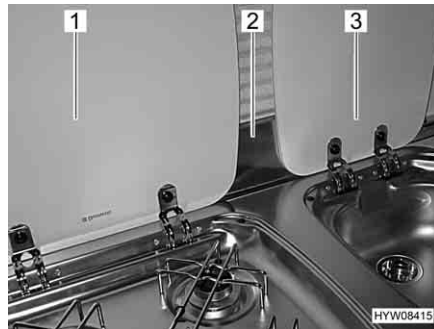

Fig. 93 Lastra proteggifiamma e coperture
Prima della cottura, agganciare la lastra proteggifiamma (Fig. 93,2) al telaio della finestra. La lastra proteggifiamma copre così l'area tra le coperture del lavandino (Fig. 93,3) e il fornello a gas (Fig. 93,1).
- Agganciare la lastra proteggifiamma (Fig. 93,2).
- Aprire la copertura del fornello a gas (Fig. 93,1).